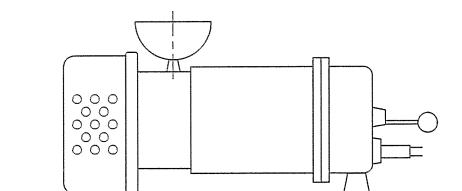

図6
- (1) ご使用の前に必ず絶縁抵抗の測定をしてください。絶縁抵抗値は $1M\Omega$ 以上あれば運転に支障ありませんが $1M\Omega$ 以上あっても、急に低下し始めているものは異常と考えられますので修理が必要です。
- (2) 運転中の電流値、電流計のふれを点検してください。ふれの大きい場合は異物をかみ込んでいる恐れがあります。付着した異物を取り除いてください。
- (3) 吐出し量が急激に減少している場合には、吸入口（ストレーナ部）に異物がつまっている恐れがあります。付着した異物を取り除いてください。
- (4) ポンプ性能が徐々に低下した場合は、ケーシングや羽根車の摩耗が考えられます。各部を点検し摩耗している部品は早期に交換してください。
- (5) 使用後に、メカニカルシールの潤滑油を点検・交換しますと、メカニカルシールの寿命が長くなります。この際、潤滑油に水が混入し、白濁している場合は、メカニカルシールの不良ですので交換が必要です。潤滑油交換時には図6のように注油プラグを上にし、ポンプを水平に置いて表1に示す潤滑油を必ず規定量注油してください。この時ポンプをゆすったりして、規定量以上注油しますと、メカニカルシール室の内圧上昇により、シール寿命が著しく低下します。注油後はシールワッシャを介し注油栓を十分に締付けてください。
メカニカルシール室の潤滑油交換は6カ月毎に行ってください。この潤滑油に水が混入し白濁している場合は、メカニカルシールを交換してください。潤滑油の交換時には図6のように注油栓を真上にし、ポンプを水平に置いてタービン油(#32)を表1に示されている指定量注油し注油栓ガスケットを介し注油栓を十分に締付けてください。